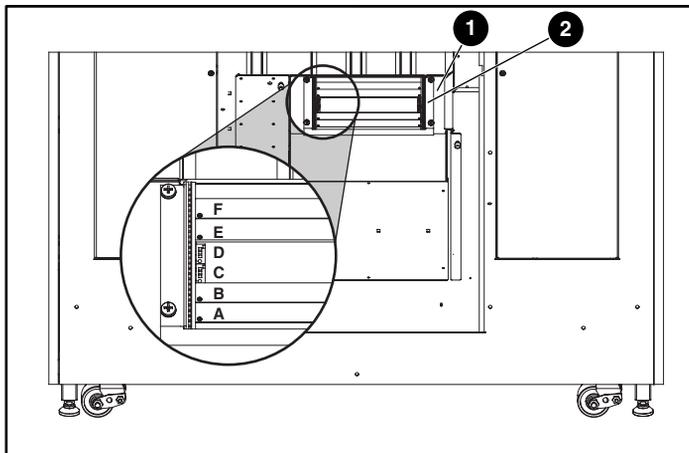

Figura 8: Instalación del receptáculo de expansión
4. Inserte el receptáculo de expansión en el compartimiento electrónico, en los pines de guía situados en el panel posterior PCI. Pulse firmemente en ambos laterales del alojamiento para tarjetas hasta que se coloque correctamente en su lugar (consulte la Figura 8).